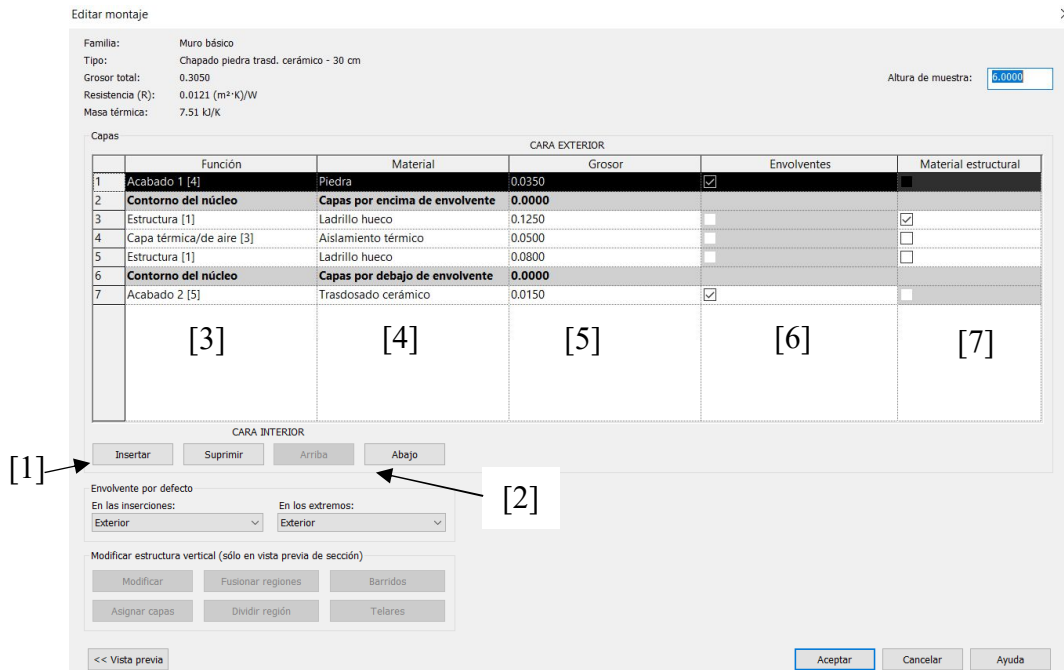

Imagen 3.4: Composición por capas de un muro
- Ya tenemos nuestro nuevo tipo de muro creado, ahora tenemos que modificar la composición de este, para ello, damos un clip al “*parámetro estructura: editar*” [5], y nos saldrá la siguiente ventana (imagen 3.4). En esta ventana, podemos encontrar todas las capas por las cuales está formado nuestro muro.